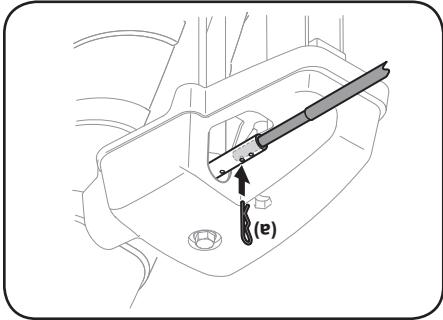

Figure 2-28
6. Poussez la tige de commande de la goulotte vers le panneau de bord jusqu'à ce que le trou de la tige soit aligné avec le trou du milieu sur l'entrée de la commande, puis insérez la goupille fendue (a). Voir la Figure 2-28.